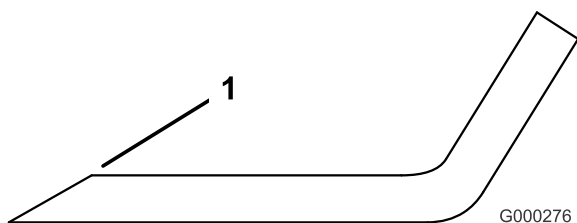

Figura 102
1. Utilice una lima para afilar el filo de corte en ambos extremos de la cuchilla (Figura 102). Mantenga el ángulo original. La cuchilla permanece equilibrada si se retira la misma cantidad de material de ambos bordes de corte.